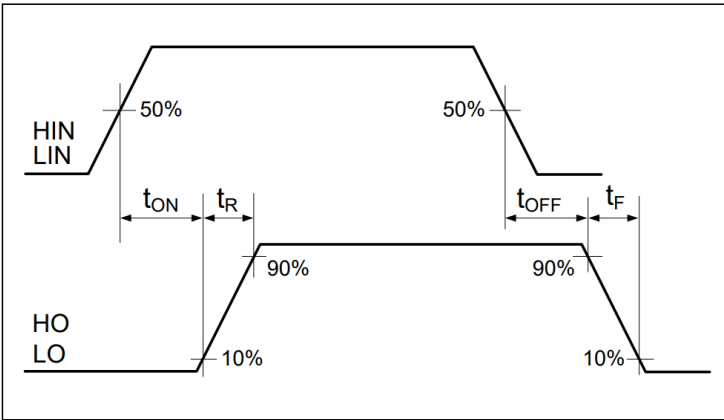
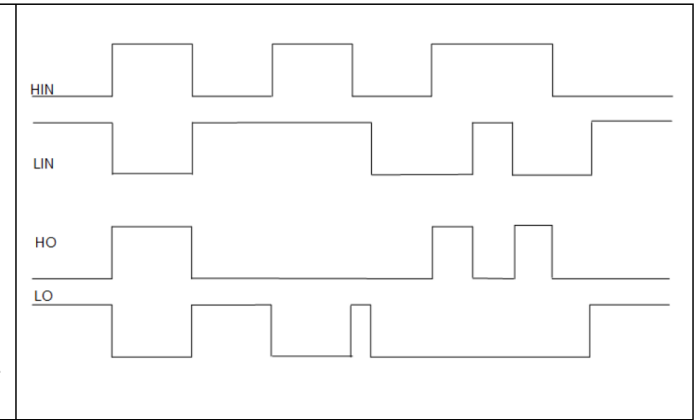

Figure 6 Switching timing diagram
Figure 7 Input/output logic diagram
2ED2182 (4) S06F (J) 的输入和输出信号之间的关系如下图 6 和图 7 所示。从这些图中，我们可以看到与该设备相关的几个时序参数（即 t_{ON} 、 t_{OFF} 、 t_R 和 t_F ）的定义。